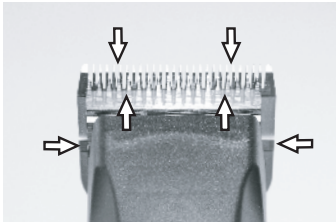

Fig. 24
Para conseguir un buen resultado de esquilado y para alargar la duración de la esquiladora, es imprescindible aplicar una fina capa de aceite sobre las cuchillas superior y inferior (fig. 24).
- ▶ Lubrique los peines suficientemente durante el esquilado (como mínimo cada 15 minutos), para que no marchen en seco (fig. 24).
Es necesario lubricar los peines antes, durante y después de cada uso. Si los peines dejan rayas, es una señal segura que necesitan aceite. Aplique algunas gotas de aceite de frente y lateralmente de los peines (flechas fig. 24). Quite el aceite sobrante por un pañuelo suave y seco. Aerosoles lubricantes no contienen suficientemente aceite para una buena lubricación, pero son convenientes para la refrigeración de los peines. Cambie de inmediato peines dañados o dentados a fin de evitar heridas.